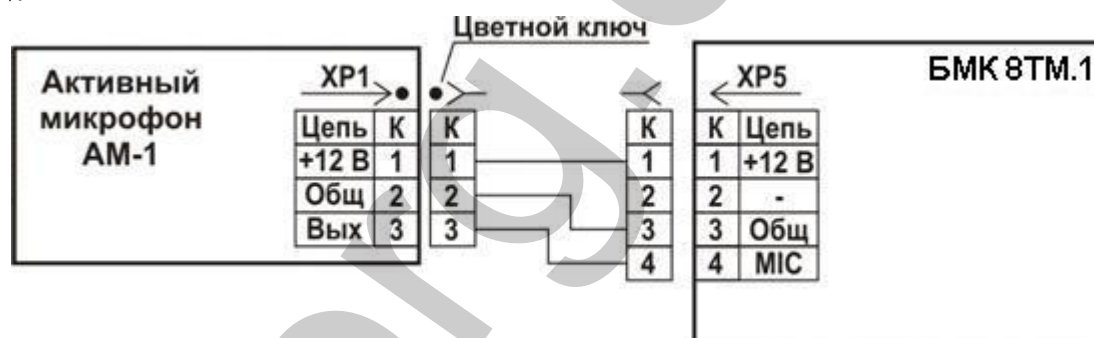

Рисунок 2 - Схема подключения выносного микрофона.
8.10 При необходимости прослушивания охраняемого объекта подключить к прибору выносной активный микрофон согласно рис.2.